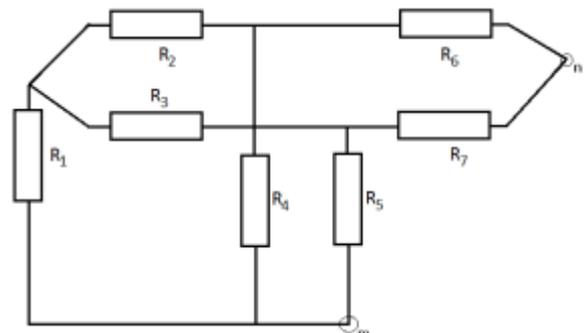
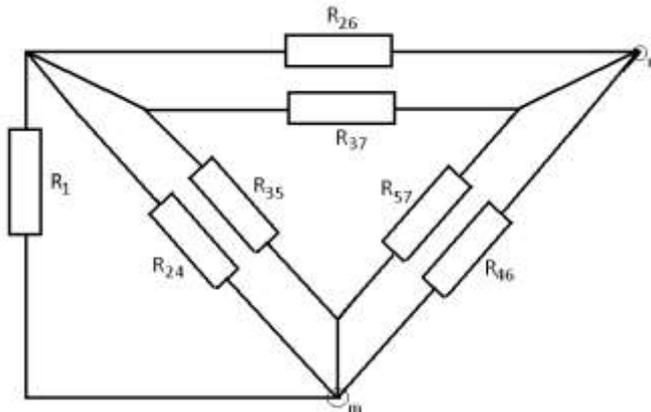

Рис. 145
Рис. 146
1.5.2. Определяем эквивалентное сопротивление генератора. Для этого источники ЭДС закорачиваются (заменяются на отрезок провода, причем их внутреннее сопротивление остается в схеме – рис. 145). Произведем расчет входного сопротивления оставшейся схемы относительно зажимов m и n . Для этого пересчитаем две звезды в этой схеме ($R_2 R_4 R_6$ и $R_3 R_5 R_7$) в треугольники (рис.146):